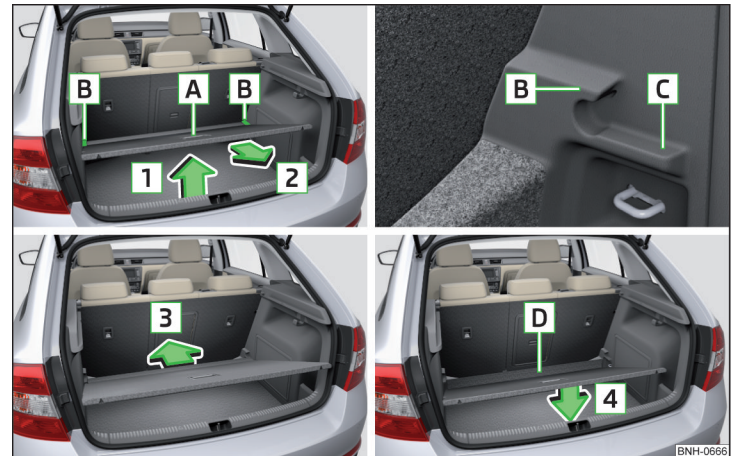

Abb. 112 Variablen Ladeboden in die obere/untere Position einstellen
- Den variablen Ladeboden am Griff **A** in Pfeilrichtung **1** anheben und teilweise in Pfeilrichtung **2** verschieben » Abb. 112.